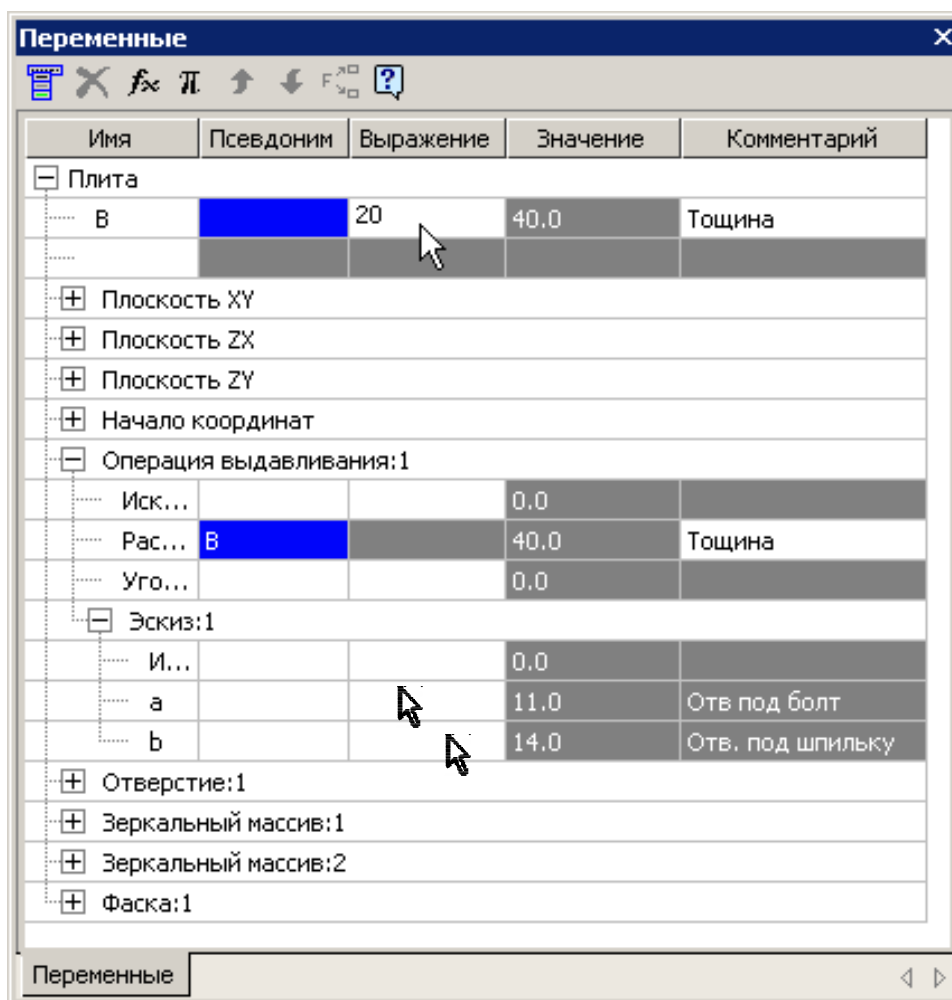

Рис. 5
- Для изменения параметров детали «Плита» введите необходимые значения в графу «Выражение» для переменных B , a и b , рис. 5. Если переменные a и b введены в эскизе, то переменная B определяет параметр операции. Закройте окно **Переменные**. Проверьте параметры отверстий под винт с учетом материала пластины и диаметра винта. Если необходимо их изменить, отредактируйте операцию **Отверстие 1**. Отредактируйте свойства детали (обозначение, наименование, материал).